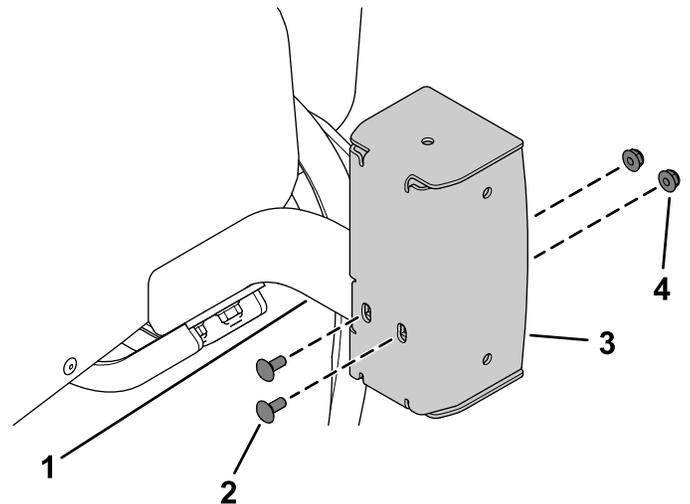

**Bild 23**
3. Befestigen Sie die linke kurze Befestigung und die rechte kurze oder lange Befestigung mit vier Schlossschrauben ( $\frac{5}{16}$ " x  $\frac{3}{4}$ ") und vier Bundmuttern ( $\frac{5}{16}$ ") an der linken und rechten Befestigung, wie in **Bild 23** dargestellt.